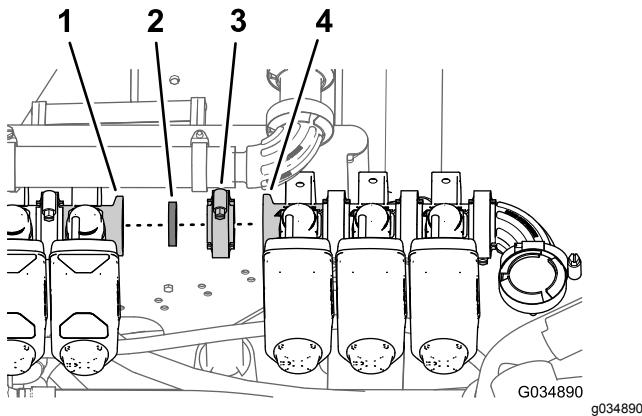

Figura 65
1. Allineate la guarnizione e la flangia della valvola di sezione di sinistra (identificata come valvola dell'ugello 8) con la flangia della valvola dell'ugello 7 (Figura 65).
2. Fissate, senza serrare, la guarnizione e la valvola dell'ugello 8 alla valvola dell'ugello 7 con un morsetto flangiato (Figura 65).